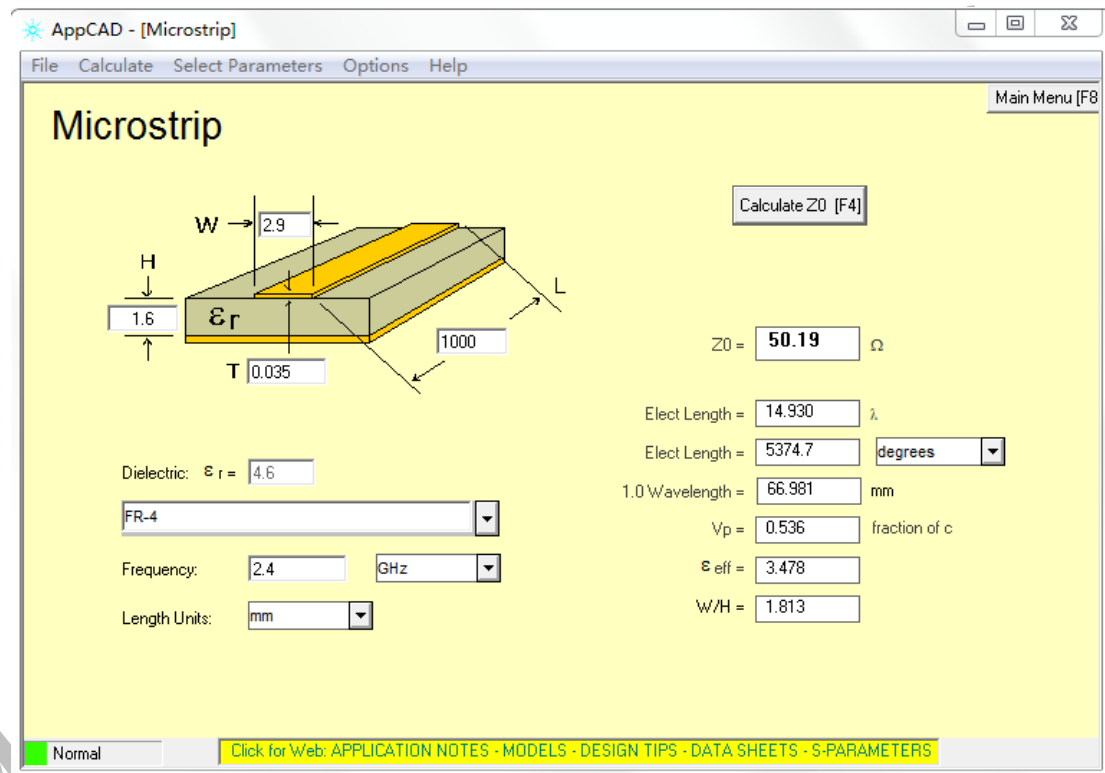

图 3-1 FR4 印制板走线宽度计算结果
- 1 PCB 上馈线走线宽度要考虑到线段的特征阻抗，确保其阻抗值为 50Ω 左右。走线下方要有完整的 PCB 地平面作为参考面。图 3-1 为 FR4 印制板上走线宽度的计算结果。